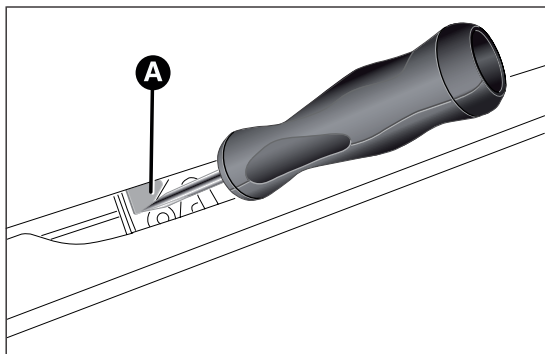

fig. 78
- ☐ mediante il cacciavite rimuovere la linguetta di colore giallo A fig. 78;